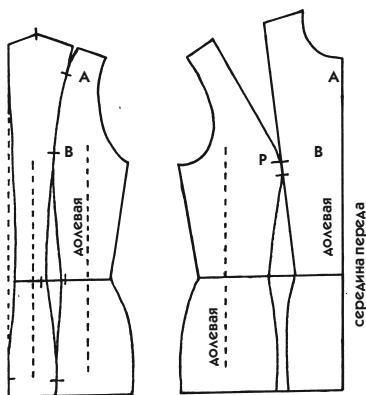
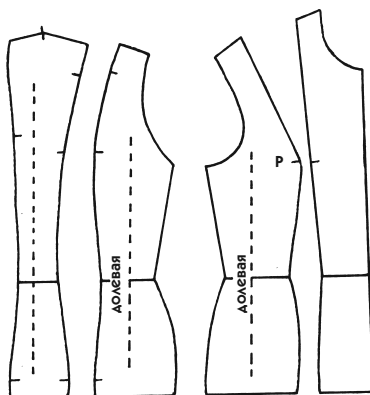

Рис. 91
Рис. 92
Пример, данный на рис. 91 и 92, показывает, что наиболее рациональным является *рельеф, расположенный по срединной линии спинки*. Поглощая часть основной вытачки, он придает фигуре стройность.
Передняя часть лекала по рис. 91 представляет собой тот же рельеф, что и в предыдущем примере, кроме начерченного уменьшения распах вытачки по линии талии юбки. Вы можете сравнить оба примера и убедиться еще раз, что уменьшение распах вытачки ничего не меняет в конечном виде изделия.
2. На линии талии уменьшите основную вытачку на треть ее глубины (на рис. 91 двумя маленькими черточками по обе стороны от вытачки показана первоначальная глубина, до уменьшения). Отложите эту треть от срединной линии талии.
4. Отложив на срединной линии спинки по талии  $\frac{1}{3}$  глубины вытачки, начертите рельеф, как показано ранее. Он пройдет по срединной линии спинки примерно до уровня ширины спинки, где надо сделать отметку С (см. рис. 91). Внизу эта вытачка дойдет до уровня ближе к линии бедер.
6. Скопируйте лекало, сделанное по рис. 91, и на его основе закончите лекало по рис. 92 в соответствии с ранее данными объяснениями.
Примеры, данные на рис. 91 и 92, выполнены на базовом лекале, начерченном от плеча до линии бедер. Впоследствии вам будет достаточно приложить эти лекала к подогнанному базовому лекалу любой фигуры и любого изделия, чтобы получить желаемую модель.